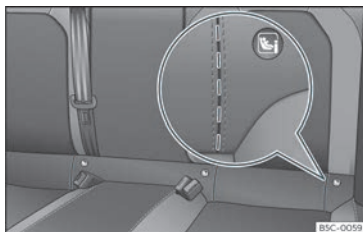

Fig. 31 Banco traseiro: ranhuras recortadas para aceder aos anéis de fixação ISOFIX/i-Size.
guns veículos, os anéis estão fixos à armação do banco e noutros ao piso traseiro. Os anéis «ISOFIX» estão situados entre o encosto e o assento do banco traseiro >>> **Fig. 31**. Os anéis Top Tether estão situados na zona posterior dos encostos traseiros (atrás do en-
- Proceda previamente à abertura manual do recorte situado atrás das ranhuras marcadas para ter acesso às argolas de fixação »» **Fig. 31.**